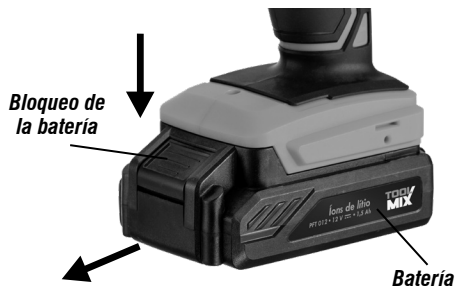

Fig. 2 – Extracción del accesorio
- Para retirar la batería, presione la traba y, luego, retire la batería (Fig. 2);